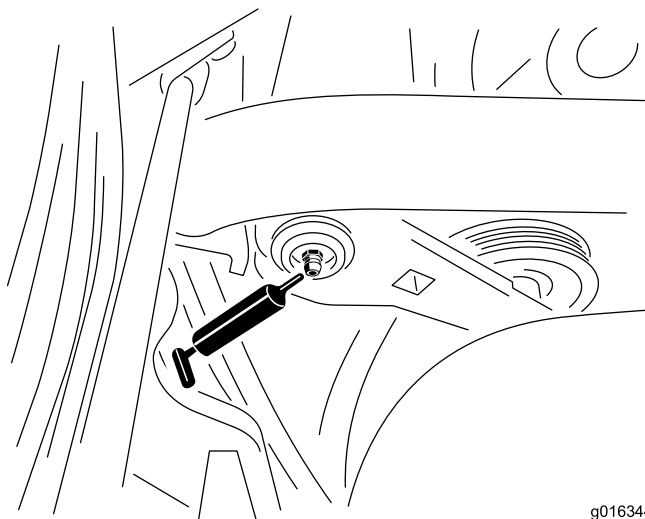

Figure 29
1. Essuyez les graisseurs pour éviter que des impuretés ne pénètrent dans le roulement ou la bague (Figure 29).